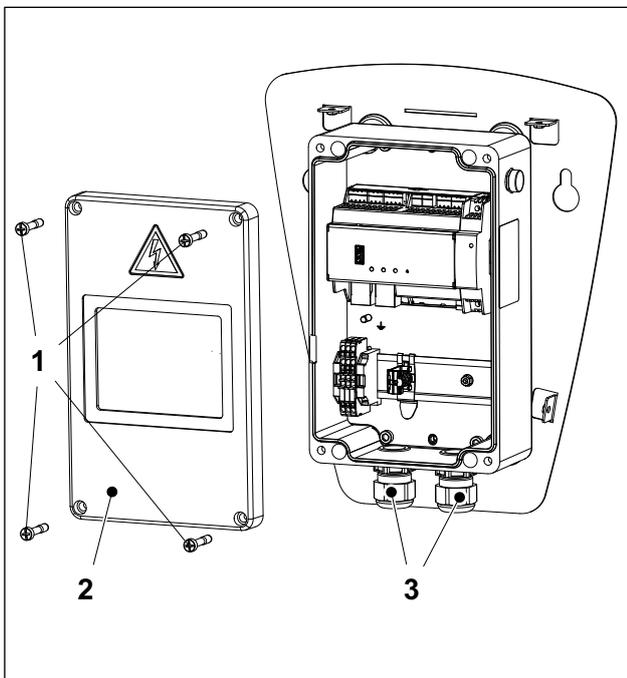

Abb. 4
1. Lösen Sie die vier Schrauben (Abb. 4/1) und nehmen Sie den Deckel des Elektronikgehäuses (Abb. 4/2) ab.
2. Schrauben Sie die zwei Kabelverschraubungen ESKV25 (Beipackzubehör) mit den dazugehörigen Dichtringen EADR25 (Beipackzubehör) in das Elektronikgehäuse ein (Abb. 4/3) und ziehen Sie die zwei Kabelverschraubungen fest (8 Nm).